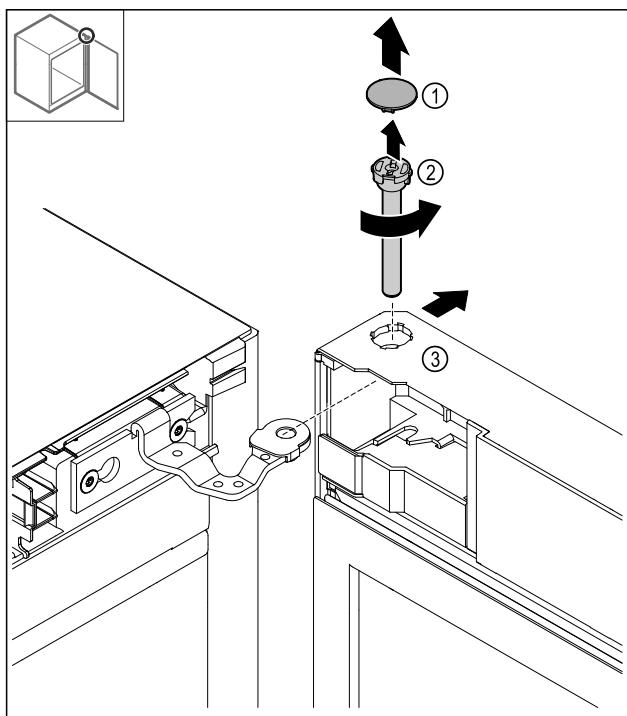

Fig. 18
- Noņemiet pārsegu Fig. 18 (1).
- Atskrūvējiet un izvelciet tapu Fig. 18 (2), griežot pretēji pulksteņrādītāja kustības virzienam.
- Sagāziet mazliet durvis Fig. 18 (3).